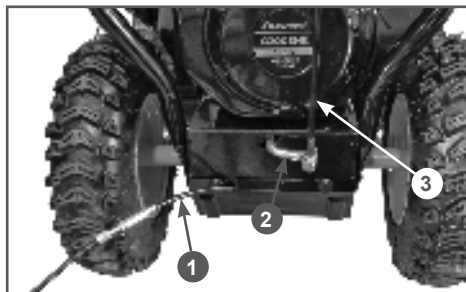
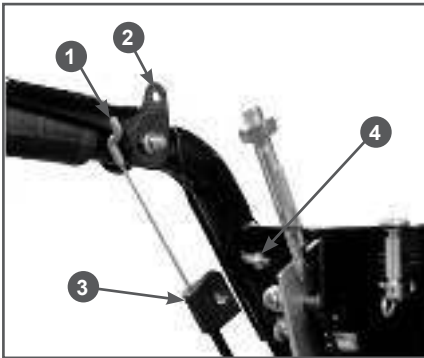

Рис. 7 Установка тяги переключения передач
Рис. 8 Установка троса включения хода
5. Установите тягу 3 от рычага переключения передач в кронштейн 2 оси переключения передач (Рис. 7). Вставьте бобышку наконечника тяги в отверстие в кронштейне и зафиксируйте ее шплинтом. Далее на рисунках 7, 8 и 9 показан снегоотбрасыватель ST661. Описание операций к этим рисункам также подходит для ST553.
- Открутите гайку 4 верхнего левого болта крепления панели (Рис. 8).
- Вставьте Z-образный наконечник 1 троса включения хода (трос включения хода показан на Рис. 7 п. 1) в отверстие 2 на рычаге включения хода (Рис. 8).
- Закрепите опору 3 оплетки троса включения хода на рукоятке управления с помощью болта и гайки 4 (Рис. 8).